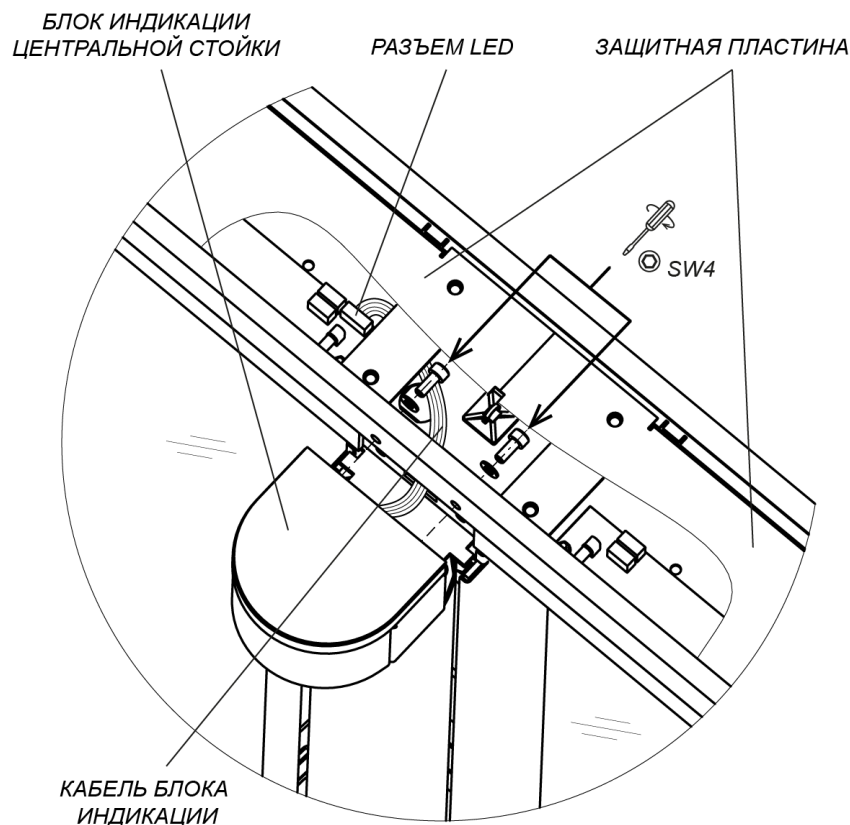

Рисунок 24. Монтаж блока индикации центральной стойки
Для установки блока индикации центральной стойки (3) (см. рис. 24):
3. Установите блок индикации на площадку, расположенную над поворотной опорой створки, и при помощи шестигранного ключа SW4 зафиксируйте его на верхнем коробе стойки (12), используя два винта М5×16 с шайбами из комплекта поставки.
Снятие блока индикации центральной стойки производится в обратном порядке. Перед этим необходимо демонтировать с секции турникета верхнюю крышку секции (10) (см. разд. 8.9.6, рис. 24, 25, 26).